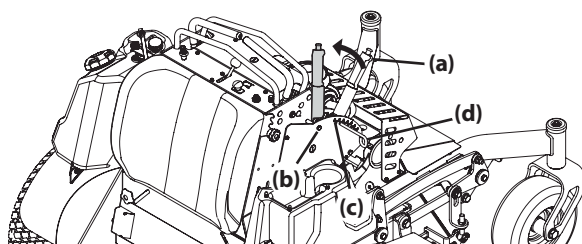

Figure 1
2. Utilisez la poignée de levage du plateau de coupe (a) pour le soulever jusqu'à la position de verrouillage de transport (b) (réglage le plus élevé) et insérez l'axe de chape (c) dans le réglage de tonte le plus élevé (d) pour fixer la poignée de levage du plateau de coupe en place (Figure 1).